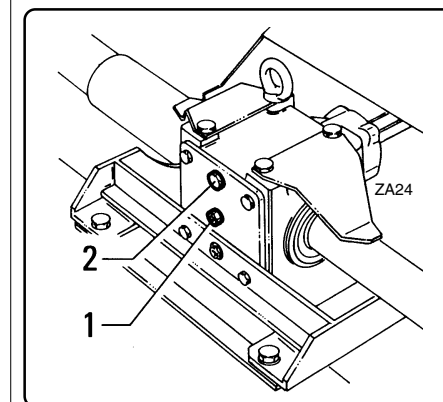

fig. 7.4.4
Nelle versioni sprovviste di asta livello, l'olio deve essere a filo inferiore del foro del tappo livello "1" fig. 7.4.4.
*The oil must reach the lower edge of the hole of level plug "1" fig. 7.4.4 in versions without a dipstick.*
Dans les versions dépourvues de jauge, l'huile doit atteindre le rebord inférieur de l'orifice de remplissage "1" fig. 7.4.4.